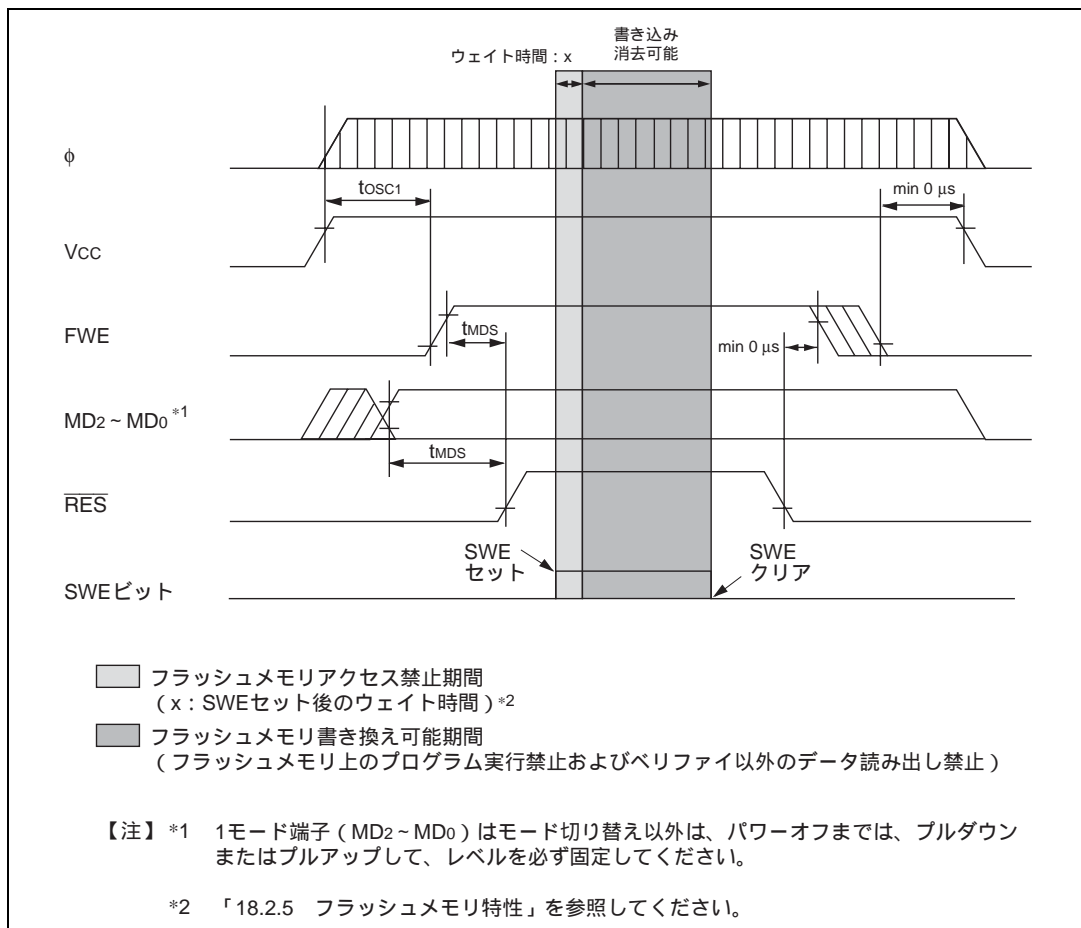
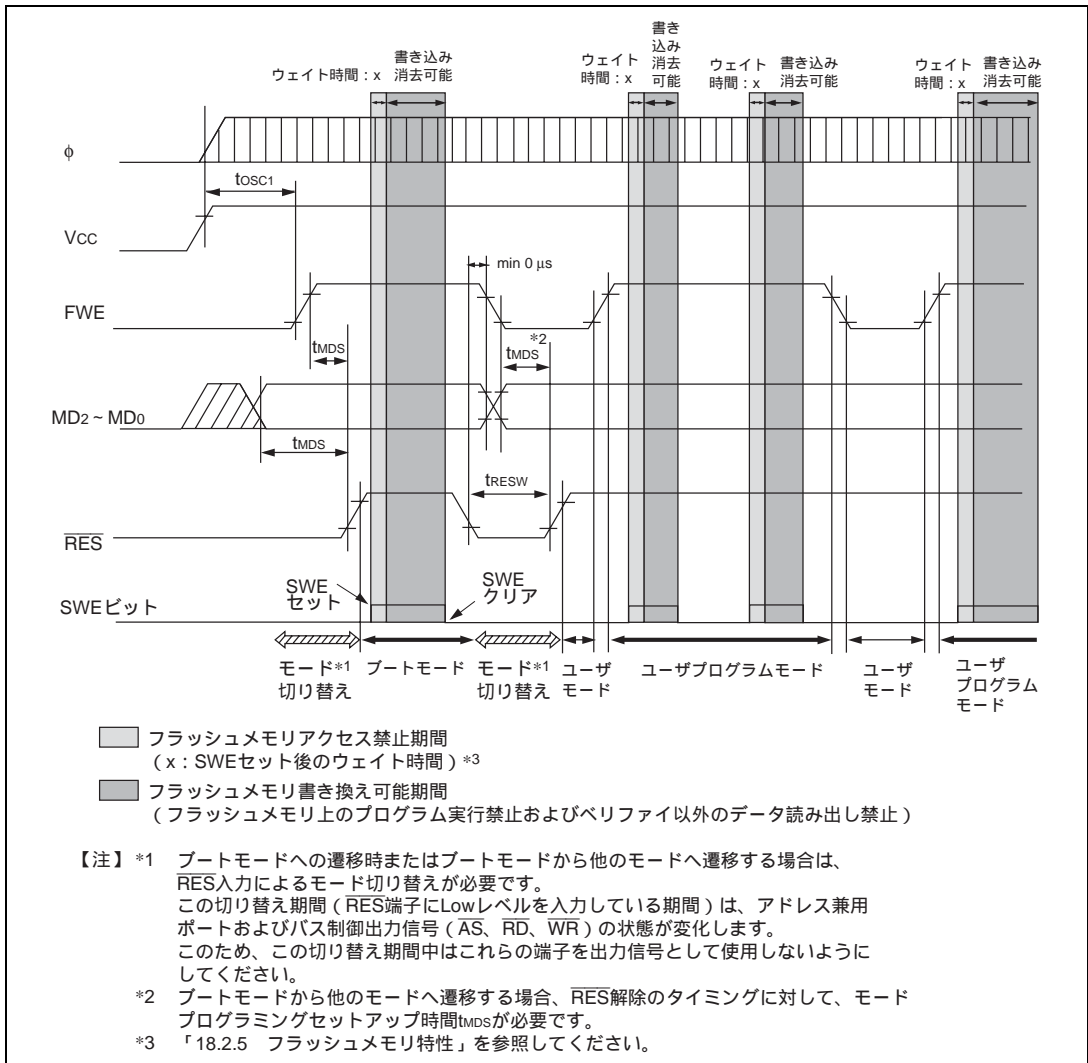

図 15.25 電源投入 / 切断タイミング (ブートモード)
図 15.27 モード遷移タイミング（例：ブートモード→ユーザモード↔ユーザプログラムモード）
(2) 電源投入 / 切断時の注意 (図 15.25 ~ 図 15.27 参照)
(3) FWE 端子の印加 / 解除の注意 (図 15.25 ~ 図 15.27 参照)